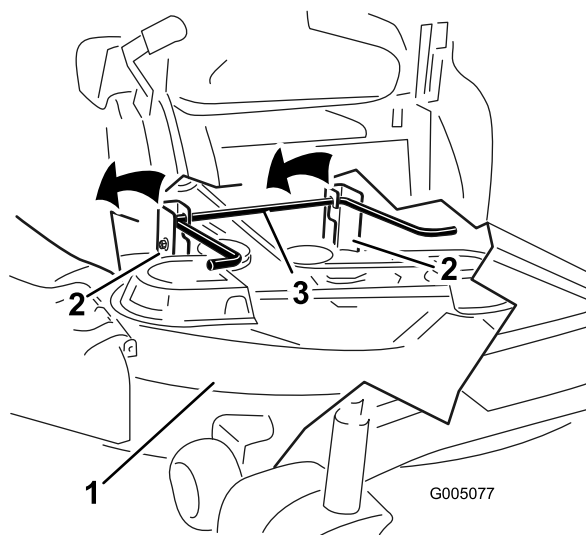

Figure 56
5. Soulevez et déposez le tablier de coupe et les supports de la tige de levage arrière et abaissez le tablier au sol avec précaution (Figure 56).
- Soulevez l'arrière du tablier de coupe et guidez les supports sur la tige de levage arrière (Figure 56).